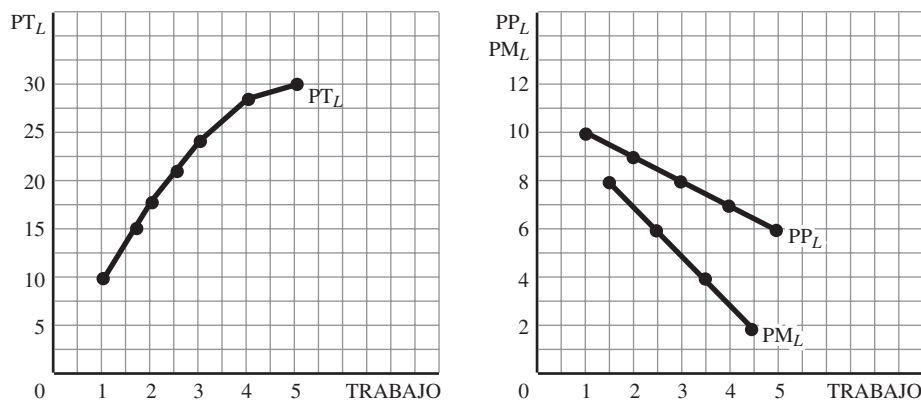

Figura 6-14
- c) En la figura 6-14 sólo se muestra la etapa II, faltan las etapas I y III. Esto sucede ocasionalmente en la realidad, por lo que así se supone en el trabajo empírico.
6.11 Con base en la tabla 6.10, a) determine el PP y el PM del trabajo, y b) dibuje las curvas PT, PP y PM del trabajo. c) ¿Por qué esta gráfica es diferente a la figura 6-14?